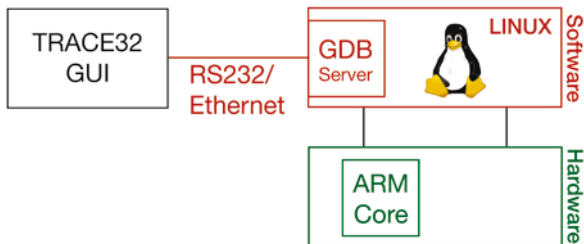

図2: 「実行モードデバッグ」では選択されたプロセスは停止しますがシステム全体は実行し続けます。
- ホストマシン上で実行されるデバッガソフトウェア - ここでは TRACE32 (図2を参照)